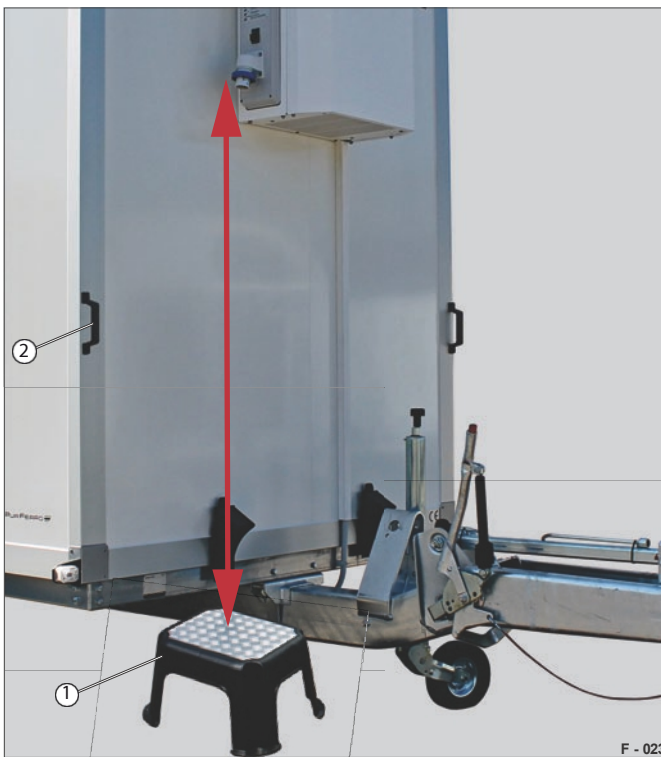

Fig. 22 Bruk av krakk
- Hold deg om mulig fast i siden av håndtaket (fig. 22/2).